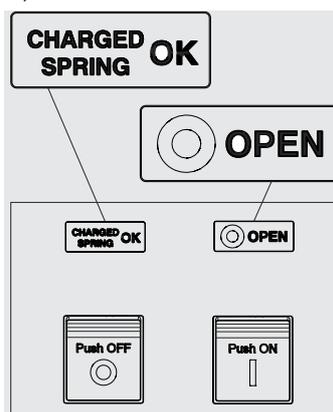

Figura 50
- Interruttore aperto con molle cariche (vedi Figura 50).